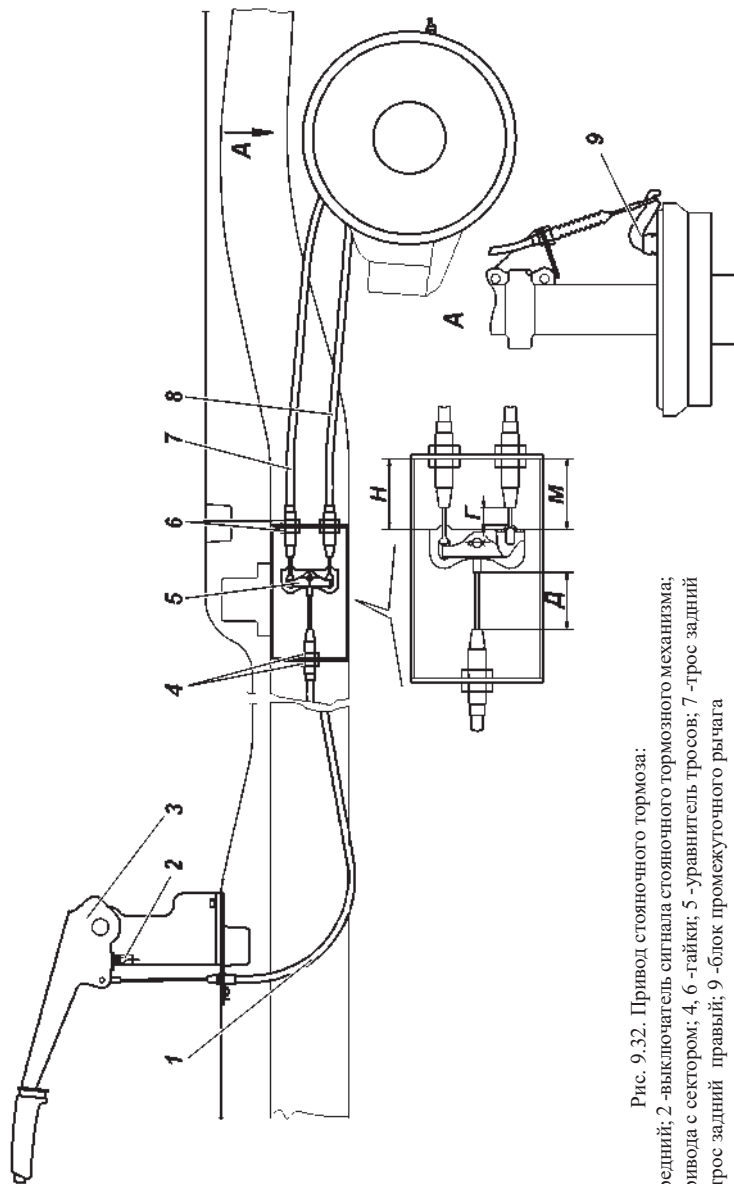

Рис. 9.32. Привод стояночного тормоза:
Колесный стояночный тормоз действующий на тормозные колодки задних колес (рис. 9.32).
3. Установите рычаг стояночного тормоза 3 (рис. 9.32) в нижнее положение.
5. Вращением гаек 4 и 6, выберите слабины тросов 1, 7, 8. При этом необходимо выдержать размер $\Gamma=1$ мм (min), $D=35$ мм (min) и разницу размеров М и Н не более 6 мм (рис. 9.32). При выборе слабины тросов, перемещение рычагов 9 не допускается.